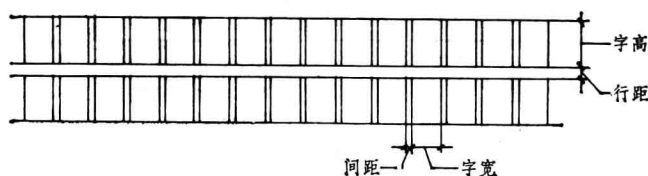

图 1-21
1. 字体格式: 为了保持字体长宽整齐, 书写时应先打好字格。字格高宽比例, 一般为3:2, 为了使字行清楚, 行距应大于字距(图1-21)。